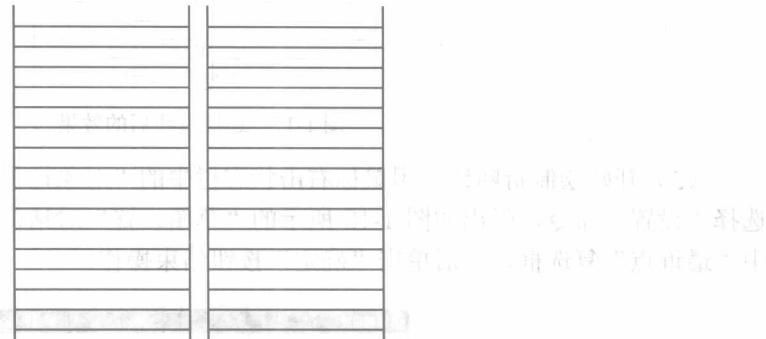
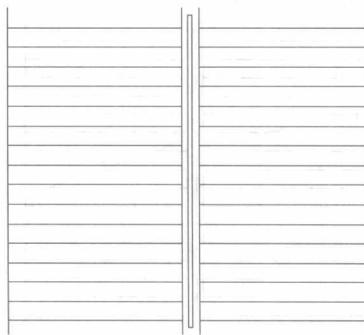

图 1-15 删除中间直线后的效果
图 1-16 绘制矩形后的效果
(5) 单击“修改”工具栏中的“删除”命令按钮 ，根据命令行的提示，将图 1-14 中中间的垂直直线删除，最终得到如图 1-15 所示的图形效果。
(1) 单击“绘图”工具栏中的“矩形”命令按钮 ，根据命令行的提示，在命令行中输入字母 From，捕捉图 1-15 中左边楼梯的右边扶手线顶部为基点，在命令行中输入偏移点坐标 (@100,-100) 确定矩形的第一角点，再输入另外一角点坐标 (@60,-4800)，得到如图 1-16 所示的矩形效果。